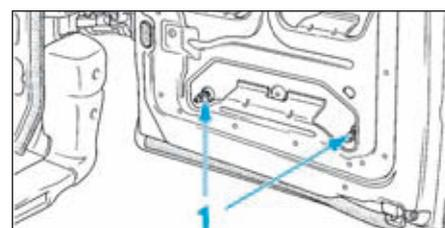

FIG.139
- Déposer les deux écrous de fixation (1) (Fig.139).